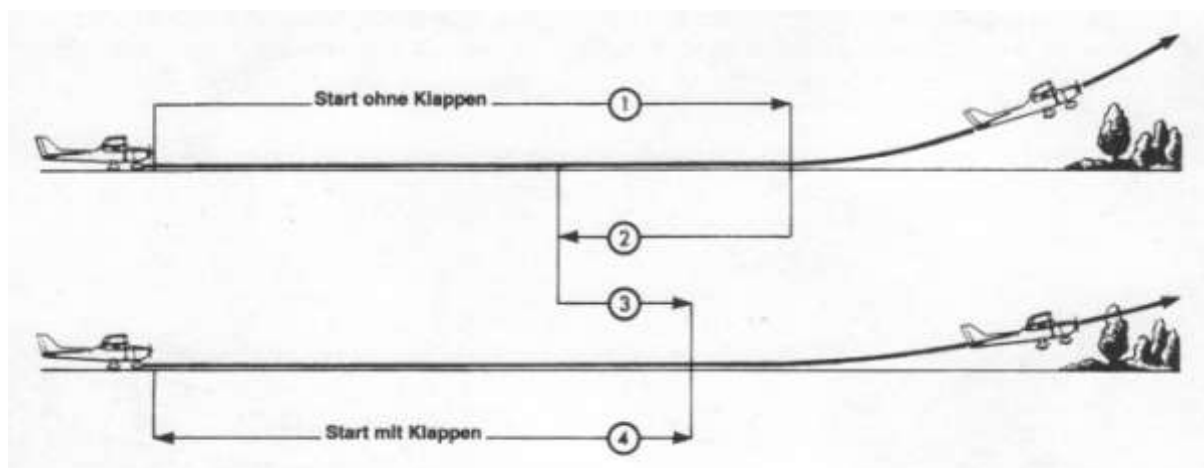

Bild 5: Start ohne/mit Klappen
Die Grafik zeigt die Startstrecke und den Steigwinkel beim Start ohne und mit ausgefahrenen Klappen. Die Verkürzung der Startrollstrecke ❶ durch den größeren Auftrieb ist in dem Bild 5 durch die Strecke ❷ dargestellt. Nun erhöht die ausgefahrene Klappe aber auch den Widerstand, was leider wieder die Startrollstrecke verlängert, wie die Strecke ❸ zeigt. Aus diesem Verkürzen und wieder Verlängern ergibt sich schließlich die Startrollstrecke ❹.